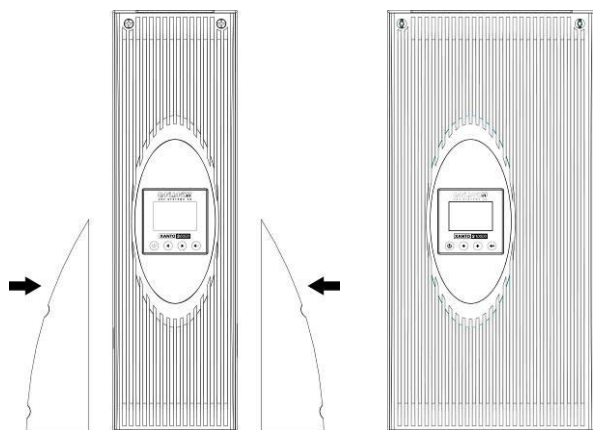

Figura 4: XANTO S 6000 e 10000, Installazione Tower
1. Posizionare l'UPS su una superficie piana e stabile nell'ubicazione prescelta (vedi Figura 4).
3. In caso di installazione senza pacco batterie, montare i supporti nella scatola del sistema XANTO S 6000 (vedi Figura 4).